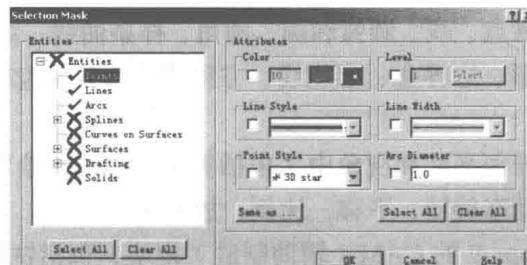

图 1-4
(2) 改进了限定选择, 选择 Delete→Duplicate→Masking (删除→重复的→屏蔽) 命令, 显示 Selection Mask (屏蔽选择) 对话框, 如图 1-4 所示, 有√标记的表示要选的图素。